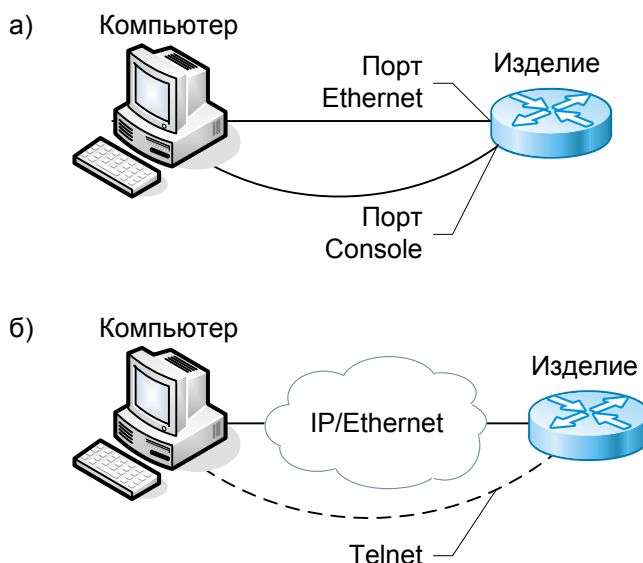

Рис. 33. Примеры подключения изделия для сохранения и загрузки конфигурации или обновления программного обеспечения
2. Подключите порт Ethernet изделия к сети. Примеры подключения показаны на Рис. 33.
2. Подключите один из портов устройства к сети. Примеры подключения показаны на Рис. 33.
3. Подключите один из портов изделия к сети. Примеры подключения показаны на Рис. 33;